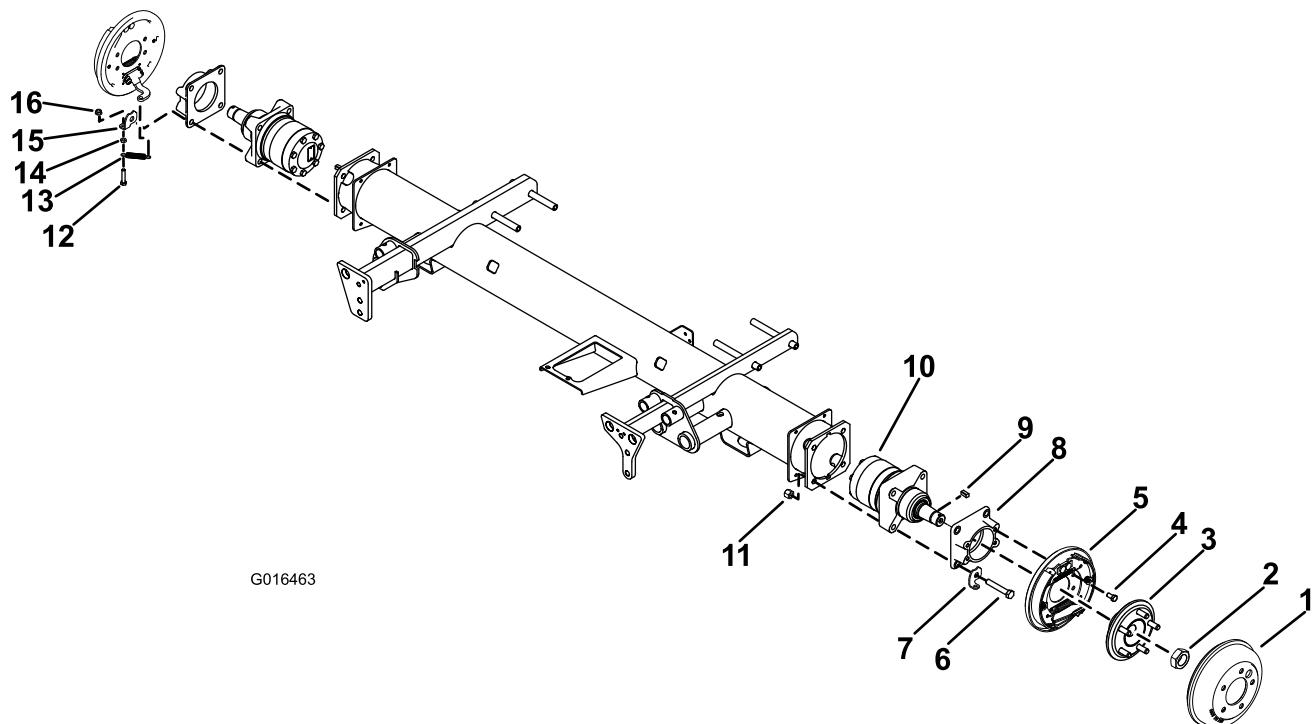

Рисунок 1
3. Ослабьте, но не снимайте полностью контргайку крепления ступицы колеса к колесному гидромотору (Рисунок 1). Ослабьте контргайку по крайней мере на 2 оборота.
5. Выверните контргайку и снимите ступицу колеса с вала гидромотора (Рисунок 1).
6. Выверните 4 винта крепления тормозного узла к переходнику тормоза и снимите тормозной узел (Рисунок 1).
12. Выверните 4 контргайки, которые крепят переходник тормоза, колесный гидромотор и скобу пружины к раме (Рисунок 1).
Примечание: Затяните винты с моментом от 91 до 113 Н·м. Убедитесь, что скоба пружины расположена, как показано на Рисунок 1.